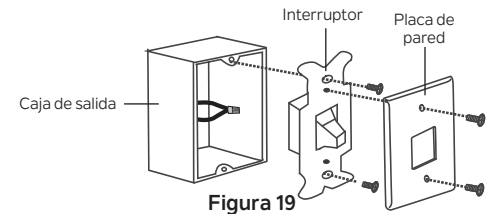

Figura 19
Paso 1. Retire la placa de pared existente y el interruptor antiguo de la caja de salida de pared. Conecte los cables NEGROS (vivos) con una tuerca para cables y empújelos para regresarlos al interior de la caja de salida. **(Figura 19)**